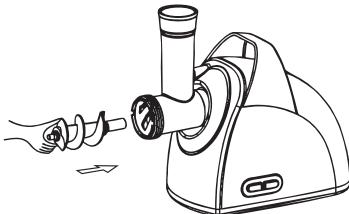

Рис.3
7.1.2 Поместите шnek в горловину узким концом вперёд и слегка проверните его пока он не войдет в тесный контакт с приводом электродвигателя (рис. 3).